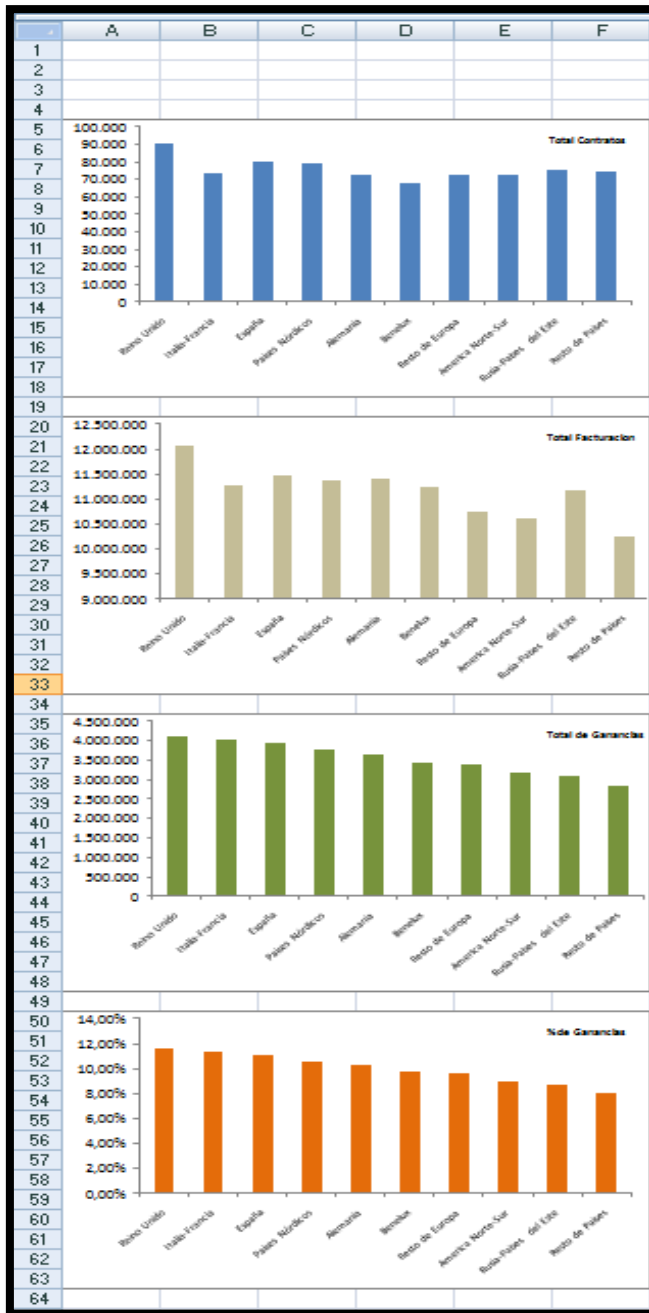

Ilustración 4
Este mismo proceso lo repetimos para el resto de gráficos que deseamos mostrar tal y como vemos en la Ilustración 4.
- **Xcontratos**, que define el área ocupada por el gráfico dinámico total de contratos realizados (Ilustración 4) y cuya formulación es:
- **Xfacturacion**, definimos el área ocupada por el gráfico correspondiente al volumen de facturación (Ilustración 4) y cuya formulación es:
- **Xganancias**, que define el área ocupada por el gráfico dinámico correspondiente al volumen de ganancia (Ilustración 4) y cuya formulación es:
- **Xgananciasp**, que define el área ocupada por el gráfico dinámico correspondiente al porcentaje de ganancia (Ilustración 4) y cuya formulación es:
A continuación vamos de definir el área (6 x 14 celdas) donde mostrar los gráficos dinámicos intercambiables, y para ello crearemos un área de tamaño idéntico a los gráficos generados anteriormente (Ilustración 4).